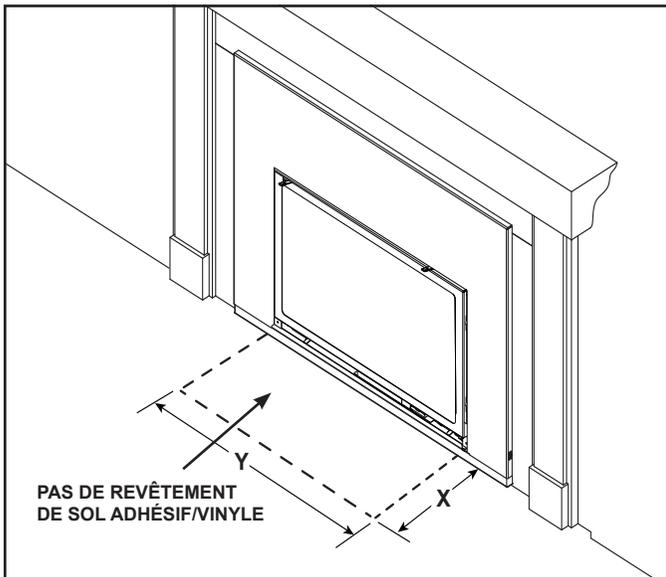

Figure 8.6 Âtre – Exception sur les matériaux inflammables
- Le plancher inflammable peut être situé devant l'appareil. Exception: pas de revêtement de sol adhésif/vinyle. Voir la figure 8.6.